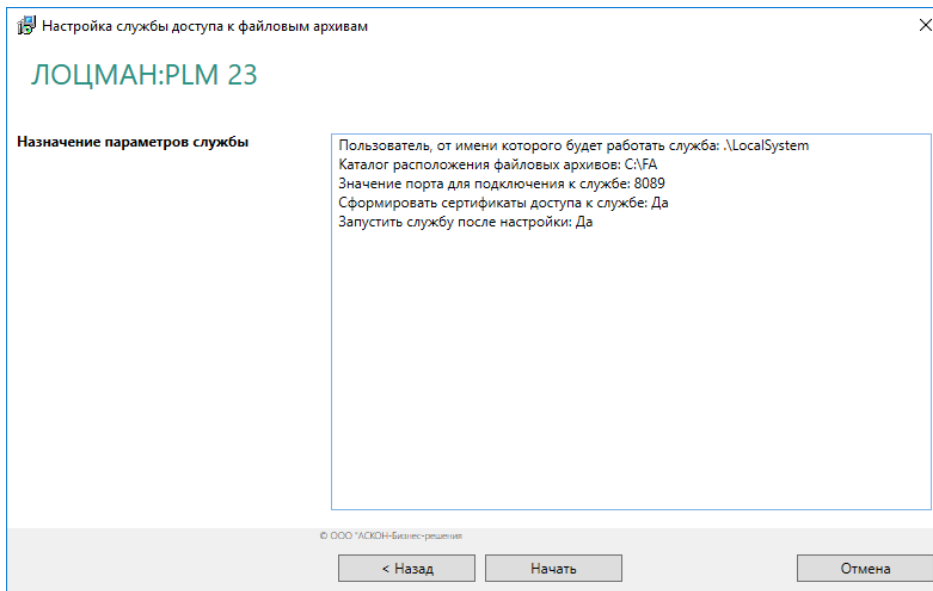

Рис. 3.15
8. В окне мастера будут отображены назначенные параметры (рис. 3.15). Нажмите кнопку **Начать**.